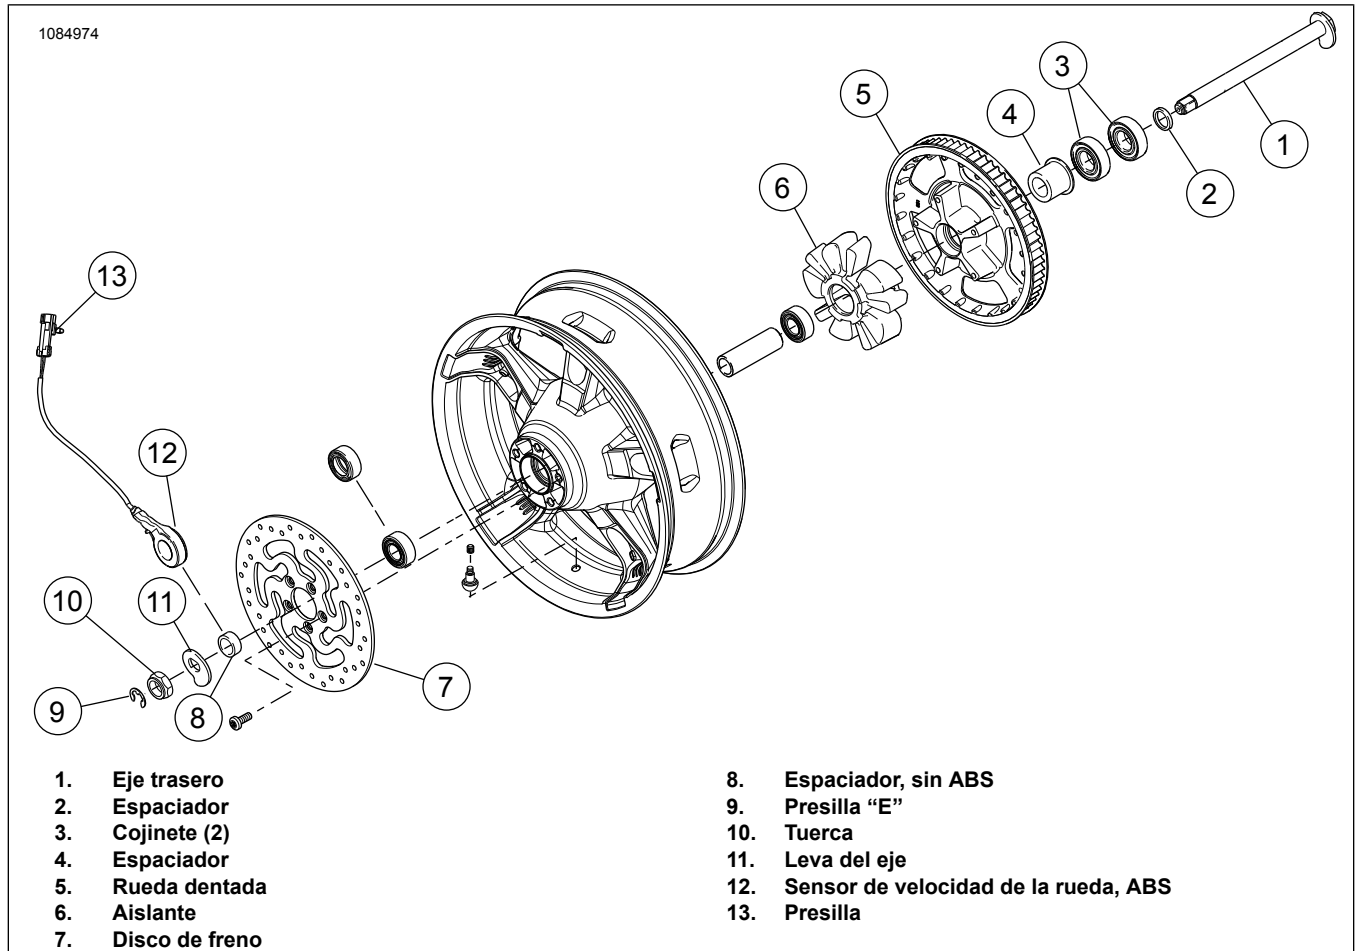

Figura 5. Piezas de la rueda trasera para volver a usar
3. Figura 5 Extraiga y desarme el conjunto de la rueda trasera existente. Vea el manual de servicio.